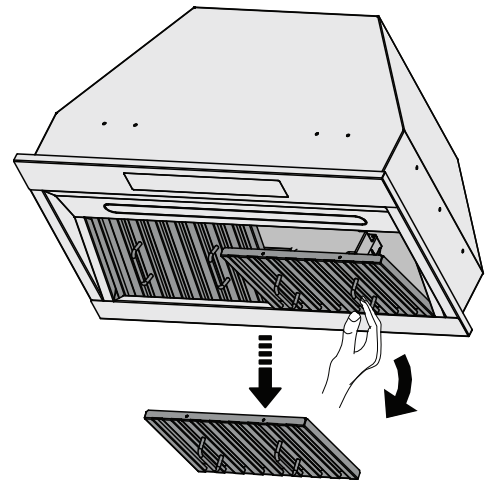

Figure 3
- Retirez les filtres déflecteurs en saisissant les poignées, en les poussant légèrement vers le haut, en les inclinant puis en les retirant (voir figure 3).